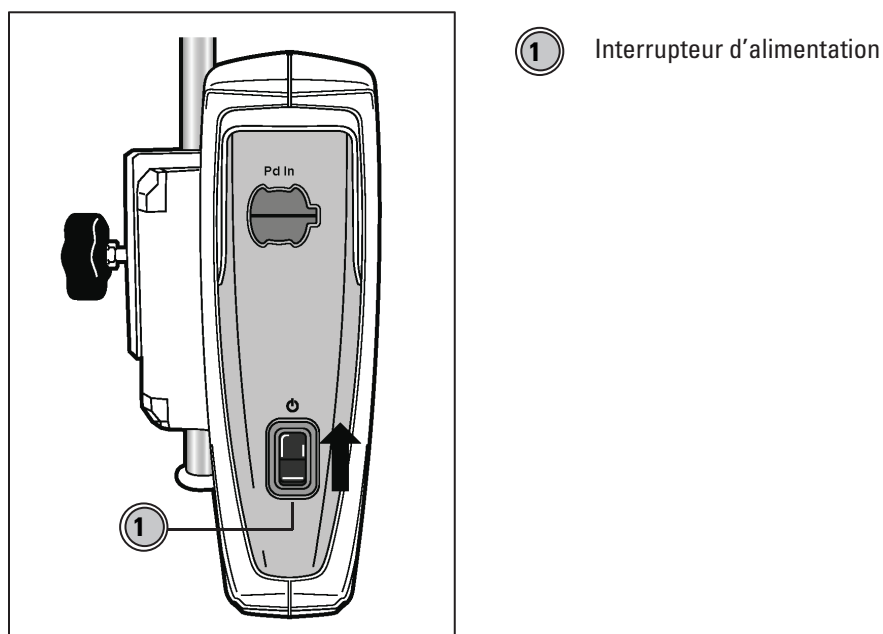

Figure 21. Mettre l'interrupteur d'alimentation en position On (Marche).
1. Mettre l'interrupteur d'alimentation du FFR Link sur la position On (Marche) (vers le haut). Voir la figure 21.